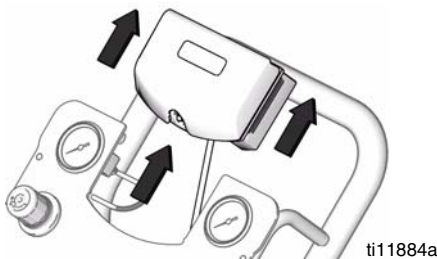

FIG.10. Extraiga el módulo DataTrak
3. Extraiga el módulo DataTrak del soporte. Vea FIG.10. Lleve el módulo y el cable unido a una ubicación no peligrosa.